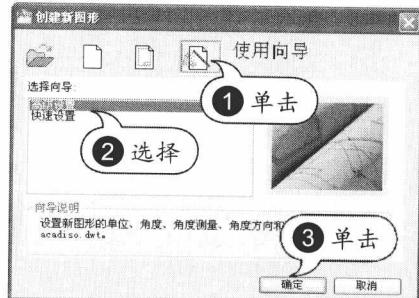

图 1-1 选择向导
**STEP 01** 选择向导。在快速访问工具栏中单击“新建”按钮，在“创建新图形”对话框中单击“使用向导”按钮，选中“高级设置”选项，然后单击“确定”按钮，如图 1-1 所示。